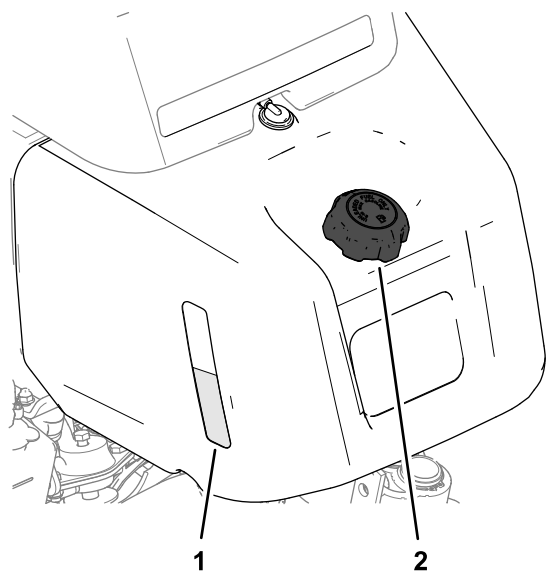
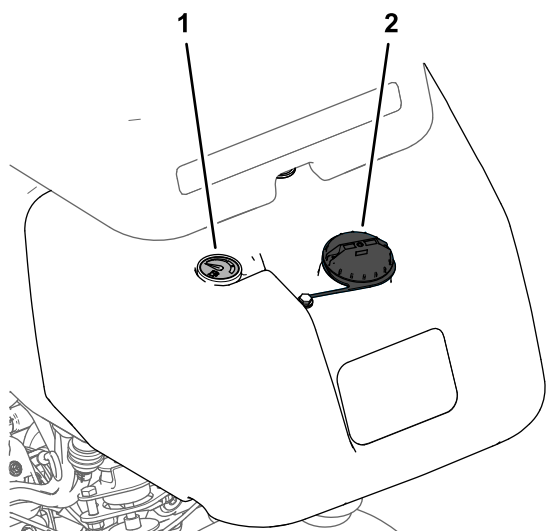

Figura 22
Figura 23
1. Pulite attorno al tappo del serbatoio del carburante e rimuovete il tappo (Figura 22 o Figura 23).